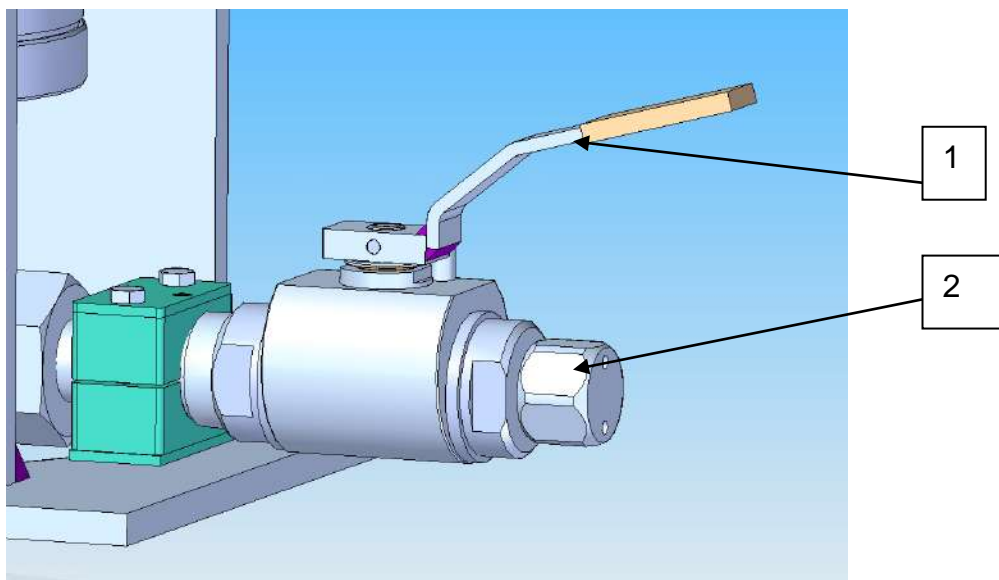

Рис. 3 Дренажный кран в положении «открыто»
### **В. Конструкция с дренажным краном и безопасной заглушкой (рис.3)**
7. Осторожно снять ISO-фланец 4 вместе с резиновой прокладкой (рис.3).